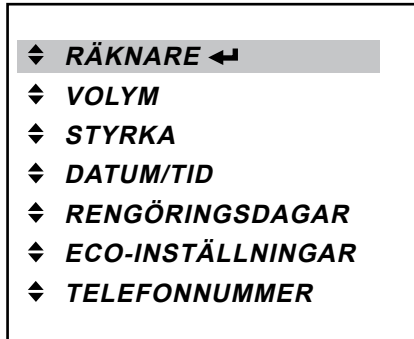

Bild 38
- Aktivera menyn «MÄTARE» i användarläget och tryck på Enter ← för att öppna den (bild 38).